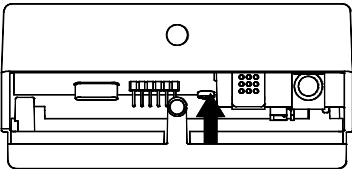

Fig. 4
**2** Tourner le haut du boîtier en exerçant une légère pression jusqu'à l'extraction complète de celui-ci (Fig. 4).